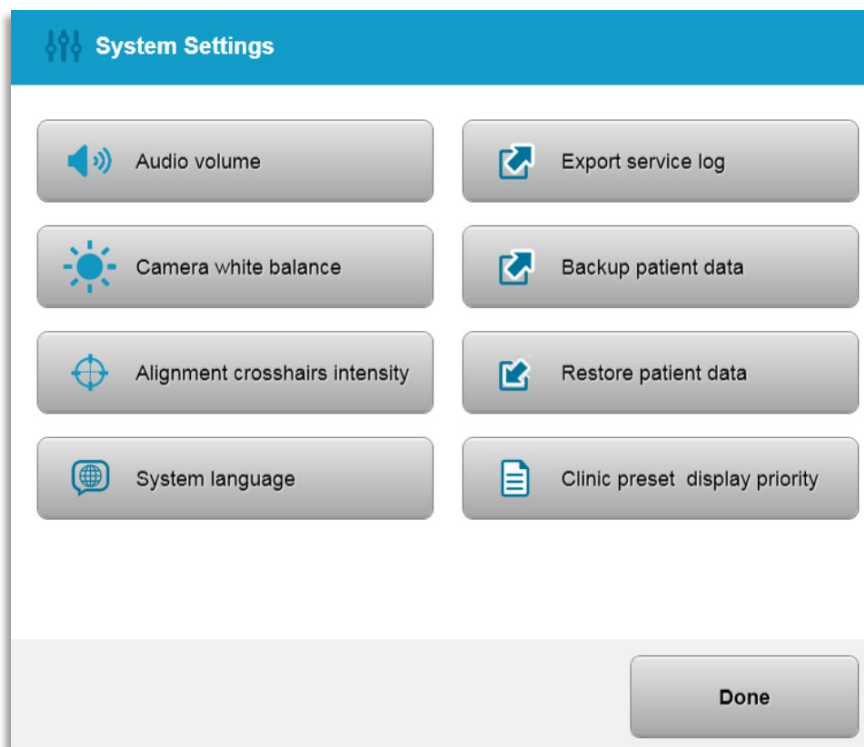

Figura 3-52. Menu Definições de sistema
- o Selecione “Definições de sistema” a partir do menu Opções para aceder às Definições de sistema mostradas na figura 3-52.